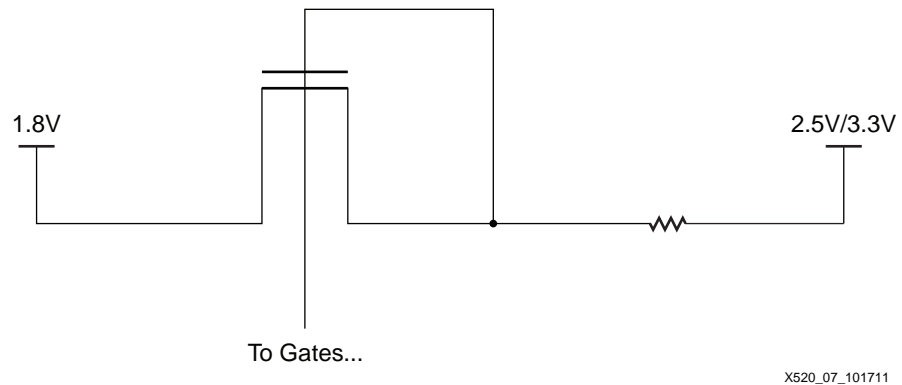

図 7: 1.8V に設定したリファレンストランジスタの例
2.5V/3.3V ドライバーからの信号を 1.8V で渡すために、23 個の NMOS トランジスタのうち 1 つを基準トランジスタとして使用し、すべてのゲート電圧に $1.8V + V_T$ のバイアスをかけることができます (図 7 参照)。